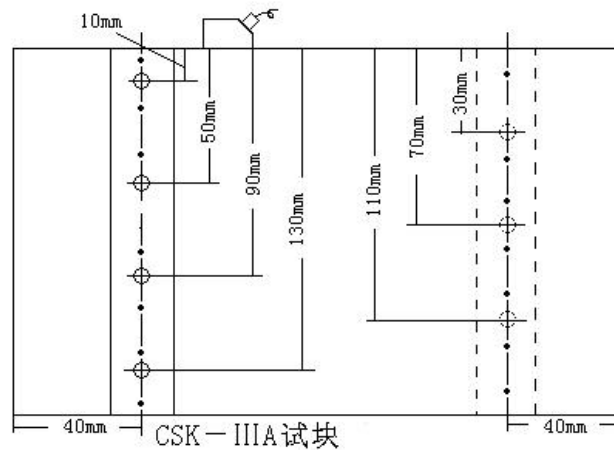

图 4-10
- 2、将探头 与参考试块耦合，使第一个参考点回波达到最高（我们用CSK-IIIA试块如图4-10）。